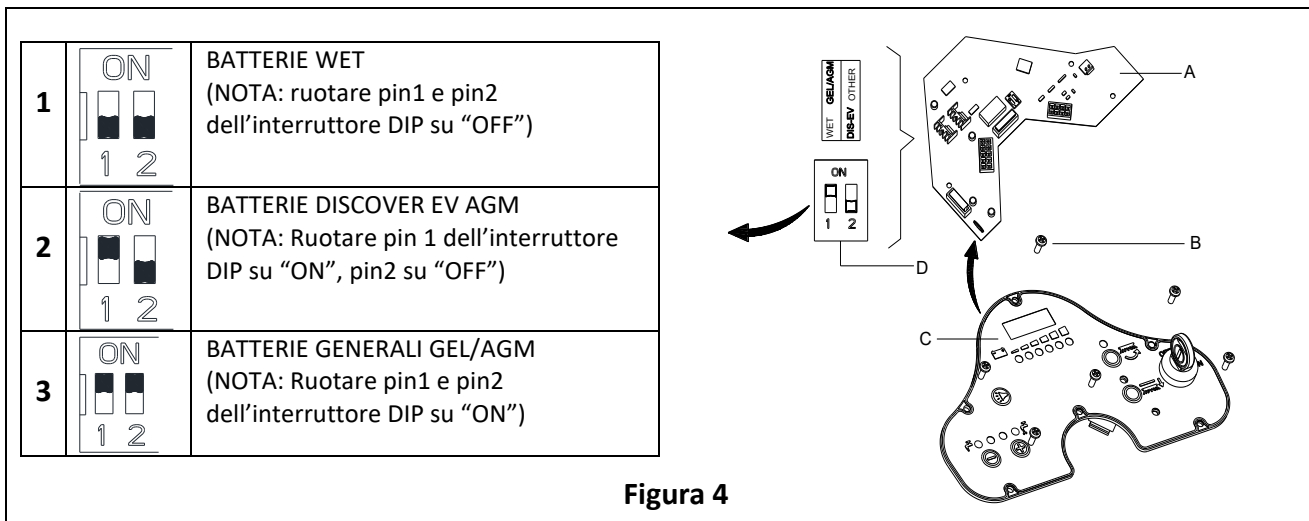

Figura 4
Nell'installare nuove batterie, seguire la Figura 4 per impostare l'interruttore DIP, altrimenti le batterie potrebbero risultare danneggiate da impostazione scorretta.
1. Inserire l'interruttore chiave (40) e ruotarlo su "ON", facendo attenzione a quanto segue durante i primi secondi di avvio della macchina:
- Se la luce verde (37) lampeggia, la macchina è impostata per l'uso di batterie GEL/AGM.
- Se la luce gialla (33) lampeggia, la macchina è impostata per l'uso di batterie Discover EV AGM.
- Se la luce rossa (32) lampeggia, la macchina è impostata per l'uso di batterie WET.
4. Svitare la vite (B, Figura 4) sul pannello di controllo, quindi ribaltare il PCBA (A) sul pannello per trovare l'interruttore DIP (D), seguire la Figura 4 per le impostazioni DIP.